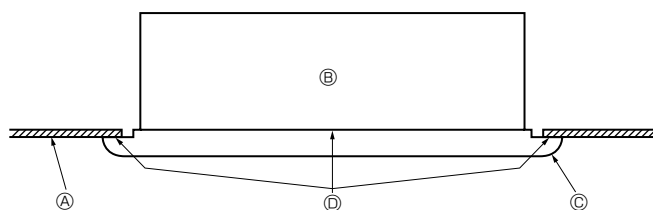

Abb. 5-6
- Danach die Befestigungsbolzen ② und die Befestigungsschrauben ③ an den drei Stellen in der Mitte anziehen.
- Zum Schluss die Befestigungsbolzen ② an den vier Stellen links und rechts anziehen.
- An dieser Stelle dafür sorgen, dass zwischen der Innenanlage und der Frontplatte sowie zwischen der Frontplatte und der Deckenfläche keine Lücken entstanden sind. Wenn Lücken entstanden sind, kann dort Wind eindringen und Wasser heruntertropfen (Abb. 5-6).
- \* Die Befestigungsbolzen ② und die Befestigungsschrauben ③ vollständig anziehen.
### 5.4. Überprüfungen nach der Installation (Abb. 5-6)